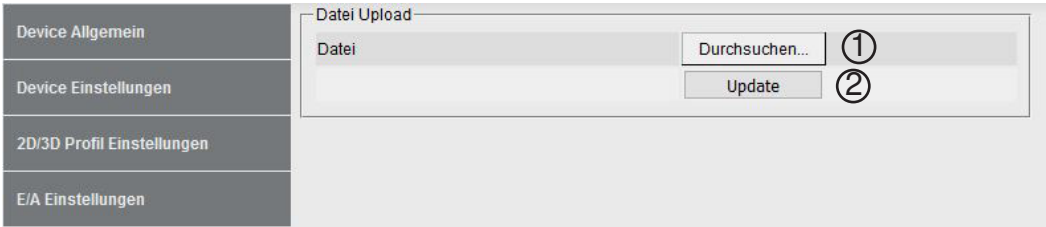

Abb. 68: Startfenster Update
Wenn die tatsächliche IP-Adresse von der voreingestellten abweicht und Sie die aktuelle Adresse nicht kennen, können Sie diese nach Auswahl des Menüpunktes „Schnittstelle“ am OLED-Display ablesen. Klicken Sie auf „Choose a file“ (1) und wählen Sie die Datei „Firmware_weCat3D_xxx.run“ aus. Die Datei kann unter www.wenglor.com im Downloadbereich des Produkts heruntergeladen werden. Bestätigen Sie anschließend mit „Update“ (2) und warten Sie, bis die Aktualisierung abgeschlossen ist (siehe Abb. 68 ... Abb. 70).